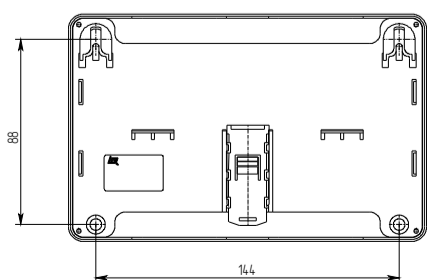

Рисунок 5
- смонтировать модуль на стену, используя отверстия в основании (Рисунок 5);